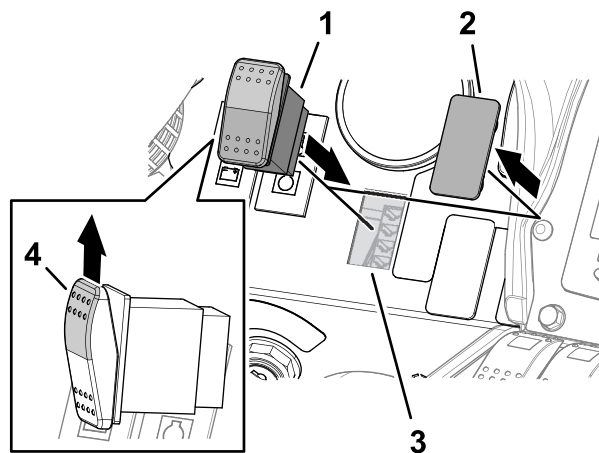

図 85
2. 2ポジション スイッチを、スイッチの肩部 (図 85) がダッシュパネルの上部に揃うように合わせます。
3. 2ポジション スイッチをダッシュパネルの穴に挿入します (図 85)。
1. 図 85に示すように、ダッシュパネルのプラグを取り外します。